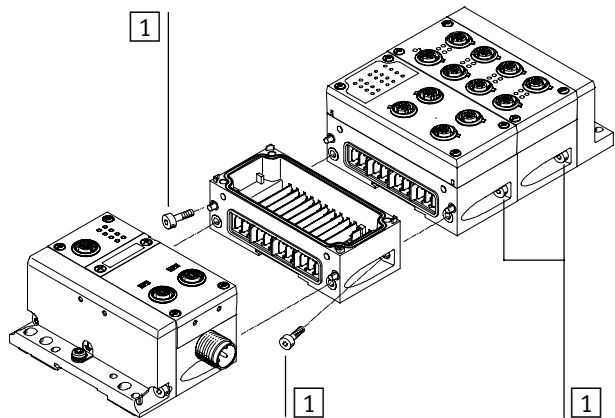

Bild 2/9: CPX-Terminal mit Anschlussblöcken und Verkettungsblöcken in Metallausführung
2. Drehen Sie an dem zu entfernenden Verkettungsblock die beiden Schrauben ganz heraus (siehe Bild 2/9). Die Verkettungsblöcke werden dann nur noch von den elektrischen Steckverbindungen zusammengehalten.